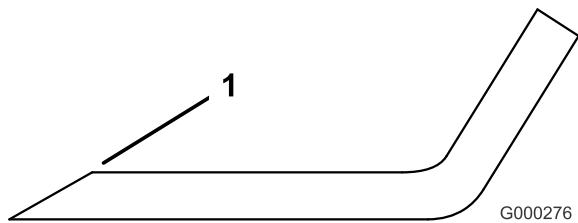

Figure 82
1. Au moyen d'une lime, aiguisez les tranchants aux deux extrémités de la lame (Figure 82). Veillez à conserver l'angle de coupe d'origine. Limez la même